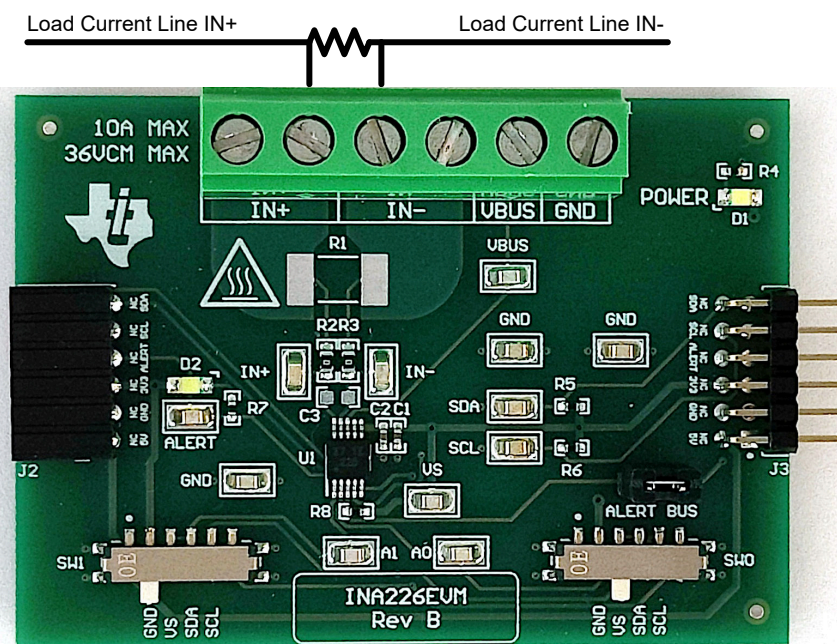
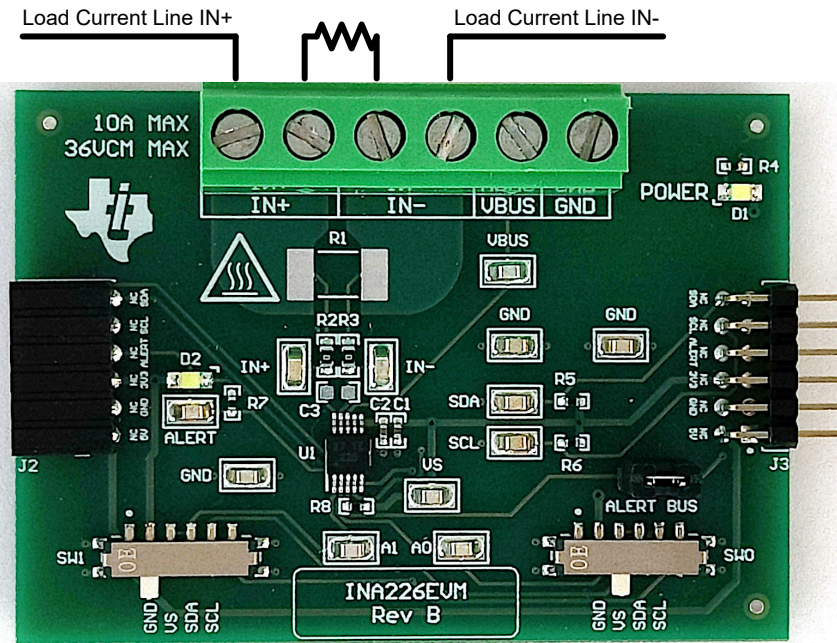

图 4-14. 电流超过 10A 时的 IN+ 和 IN- 布线
图 4-15. 10A 或更低电流时的 IN+ 和 IN - 布线
- b. 在 J1 的 IN+ 和 IN- 端子上连接外部分流器，最好贯穿引脚 4 和 5，如图 4-14 和图 4-15 所示。
- a. 测量 10A 以上的电流时，确保高电流路径不会穿过 EVM ( 包括端子块 J1 ) ，如图 4-14 所示。
- b. 将 10A 或更小电流与板载或外部分流器搭配使用时，电流量可以穿过 EVM。图 4-15 显示了一种将多个 IN+ 和 IN- 端子与外部分流器搭配用于此用例的便捷方式。